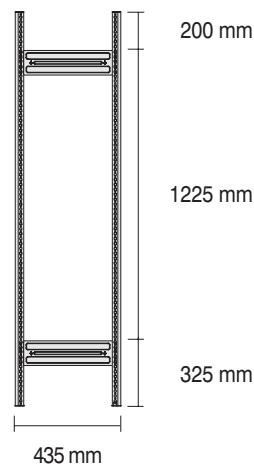

Abb. 2 **Abb. 2 a ▶**
- (D) Aufbauanleitung
- (F) Notice de Montage
- (NL) Handling voor montage
- (GB) Assembly instruction
(D) Zwei Stützprofile im Abstand der Stützenverbinder anordnen (Abb. 1). Stützenverbinder entsprechend Abb. 2 (die Pfeile zeigen in Richtung des Fußbodens) einsetzen und mit einem Gummihammer o.ä. in die Stützprofile einschlagen.
Achtung! Die Fixierprägung der Stützenverbinder (Abb. 2 a) muss auf beiden Seiten in die Stützprofile einrasten (Abb. 3 a).
(F) Disposer deux profilés d'appui en laissant de la place pour les raidisseurs de montants (fig. 1). Mettre les raidisseurs de montants en place conformément à la figure 2 (les flèches sont dirigées vers le sol) et les introduire dans les profilés d'appui à l'aide d'un marteau en caoutchouc ou similaire.
Attention! La patte de fixation des raidisseurs de montants (fig. 2 a) doit se clipser dans les profilés d'appui (fig. 3 a).
(NL) Twee steunprofielen op de afstand van de steunverbindingsstukken plaatsen (afb. 1). Steunverbindingsstukken overeenkomstig afb. 2 (de pijlen wijzen in de richting van de vloer) inzetten en met een rubberen hamer of dergelijke in de steunprofielen slaan.
Oogelet! De fixeeradhesie van de steunverbindingsstukken (afb. 2 a) moet aan beide kanten in de steunprofielen sluiten (afb. 3 a).
(GB) Arrange two support frames at the correct distance for the support connection (fig. 1). Fit the support connections as shown in fig. 2 (the arrow points in the direction of the ground) and use a rubber hammer (or similar) to tap them into the support frames.
Attention! The locking pieces for the support connections (fig. 2 a) must be snapped in position on both sides in the support frames (fig. 3 a).